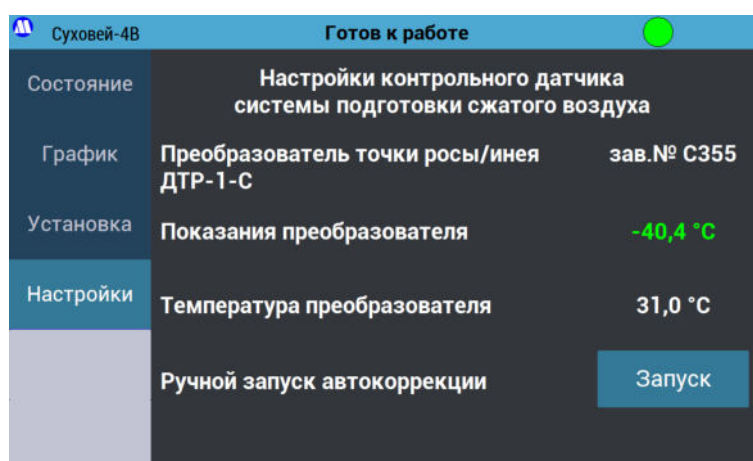

Рисунок 20 – Экран «Настройки контрольного датчика системы подготовки сжатого воздуха».
7.2.11.3. Кнопка «**Настройки контрольного датчика**» открывает меню (Рисунок 20), в котором отображаются заводской номер контрольного датчика системы подготовки сжатого воздуха и его показания. Особенностью применяемого в качестве контрольного датчика преобразователя точки росы/иней ДТР-1-С (номер ФИФОЕИ 83117-21) является возможность автокоррекции градуировочной характеристики, которая позволяет скорректировать дрейф его градуировочной характеристики при низкой влажности. Если показания контрольного датчика отображаются красным цветом – автокоррекция не проводилась; зеленым – автокоррекция проведена. Нажатие кнопки «Запуск» запустит автокоррекцию принудительно. Процедура займет около 1 минуты; в процессе сенсор ДТР-1-С будет нагреваться до 52 °С.